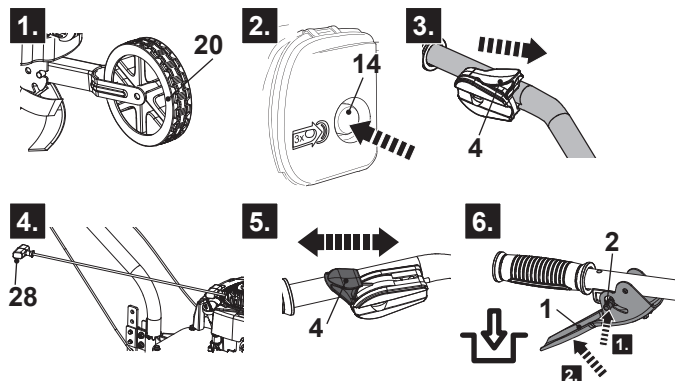

Fig. 24
2. Certifique-se de que a roda (20) está ajustada para a posição de trabalho (fig. 24, passo 1).
3. Prima o botão (14) 3 vezes, se o motor estiver frio (fig. 24, passo 2).
4. Movimente a alavanca de velocidade (4) no sentido do símbolo lebre  na totalidade (fig. 24, passo 3).
5. Puxe o manípulo de arranque de recuo (28) ligeiramente até que sinta resistência e depois puxe-o rapidamente. Faça-o repetidamente até que o motor arranque (fig. 24, passo 4).
6. Mantenha-se atrás da barra do manípulo superior (7).
7. Movimente a alavanca de velocidade (4) entre  e , até que seja atingida a velocidade do motor desejada (fig. 24, passo 5). Recomendamos que opere o produto com a alavanca de velocidade em posição .